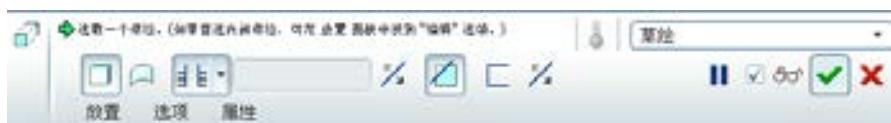

图 6.7.63 操控板
(1) 选择下拉菜单 **插入(I)** → **拉伸(E)...** 命令，系统出现图 6.7.63 所示的操控板，在操控板中按下“实体特征类型”按钮 和“去除材料”按钮 .